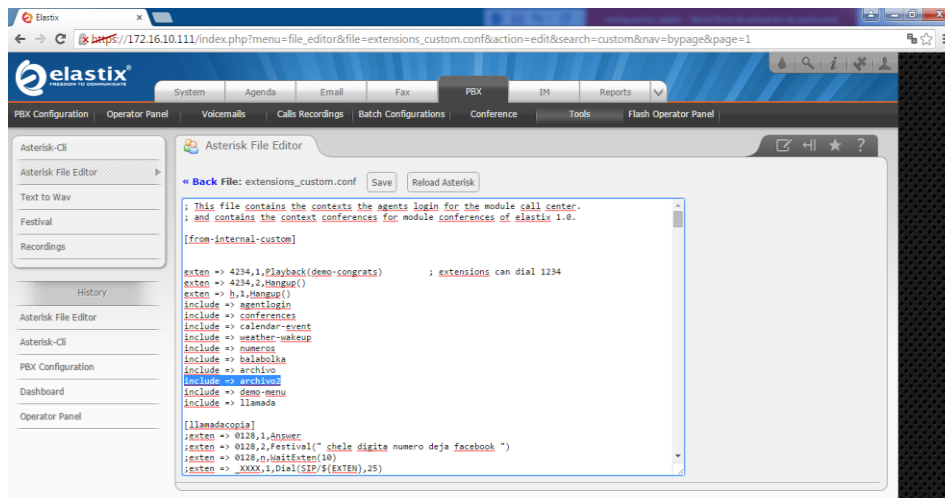

Figura 3.31 Agregar declaración `include` de IVR
4. Declarar la IVR Figura 3.31 .